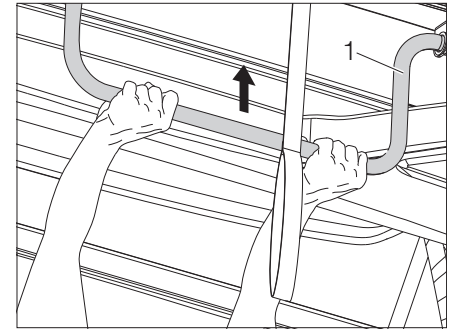

Fig. 45 Sollevamento del tetto sollevabile
- Spingere in alto il tetto sollevabile sulla staffa (Fig. 45,1).